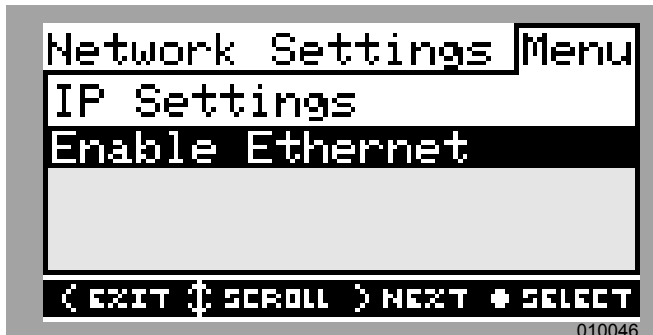

Figure 6-25. Configuration Ethernet (2 de 4)
- Voir Figure 6-25. Utiliser les touches fléchées haut et bas pour mettre Enable Ethernet (activer Ethernet) en surbrillance puis appuyer sur la touche centrale.